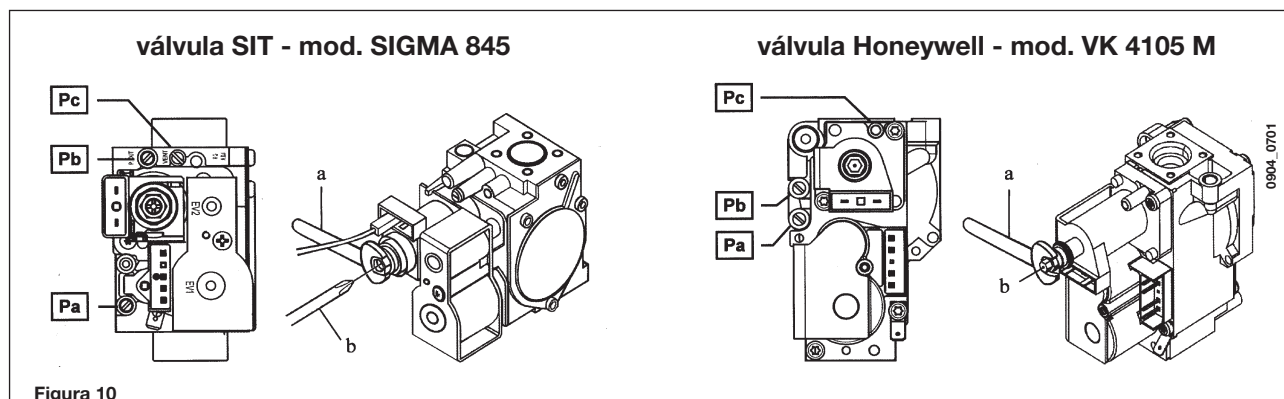

Figura 10
Las calibraciones del regulador de presión son ligeramente diferentes según el tipo de válvula del gas utilizada (**HONEYWELL** o **SIT**, figura 10).
- Controle que la presión dinámica de alimentación de la caldera, medida en la toma de presión (**Pa**) de la válvula del gas (Figura 10), sea correcta (37 mbar para propano o 20 mbar para gas natural).